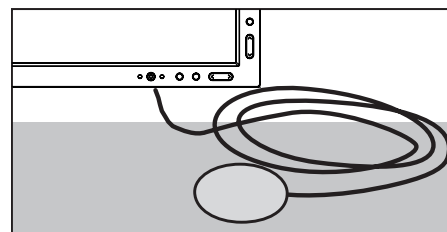

Figura S.2
3. Posizionare il sensore USB capovolto su una superficie non riflettente e opaca (ad es. la scrivania o il tappetino del mouse) per misurare il livello di nero (**Figura S.2**). Premere "SELECT".